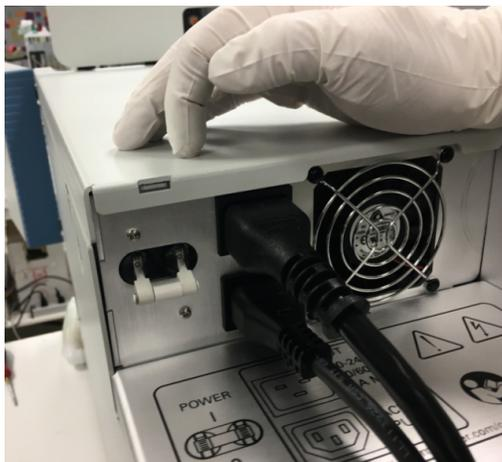

图 89：关闭质谱仪
- 2) 向下按仪器后侧的电源按钮到关闭位置以关闭质谱仪。见图 89。